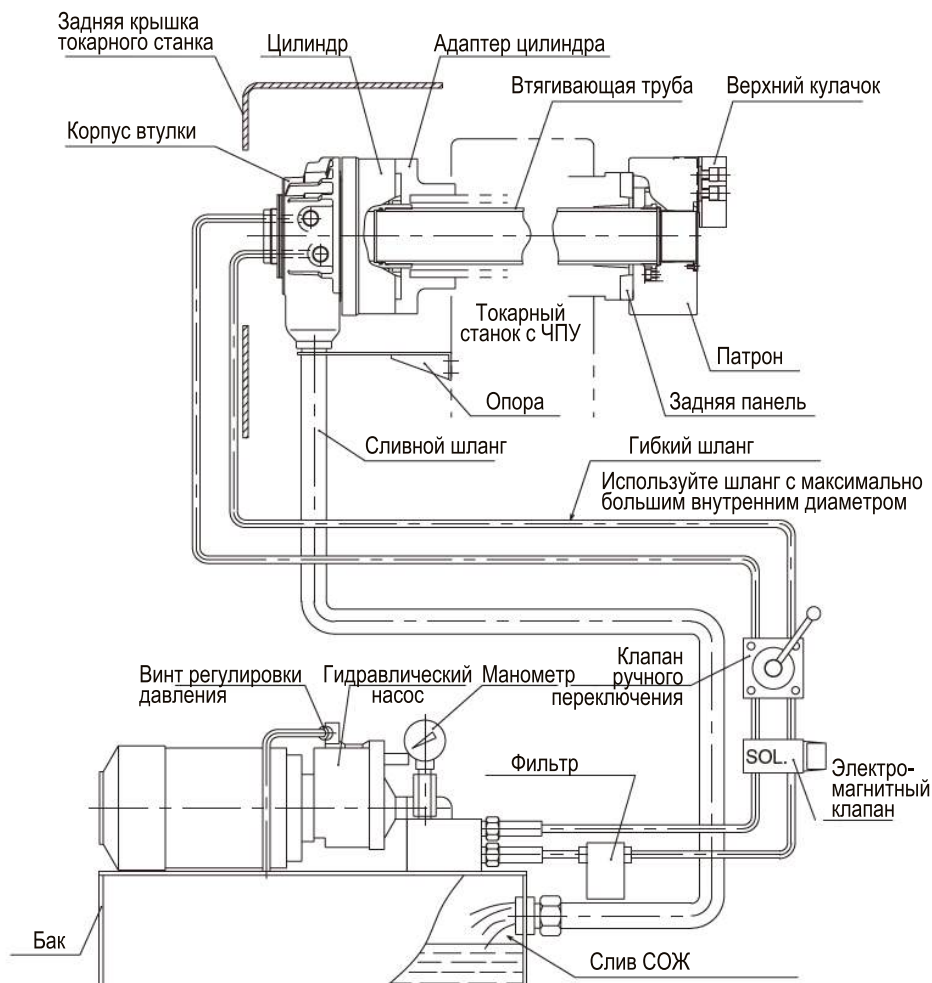

Рисунок 15
- Торцевая часть корпуса находится выше уровня масл. (см. рис. 15).